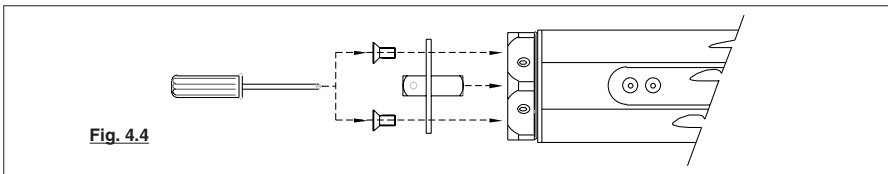

Fig. 4.4
- Inserire ad una estremità del tubo mobile “C” il cappellotto (6) fornito in dotazione con l’ausilio di un mazzuolo, e fissare con le viti l’adattatore art. 3054 (4) nella testa del motore posto sul tubo “A”, vedi fig. 4.4.
- Inserire ad una estremità del tubo fisso "B" il cappello (6) fornito in dotazione con l'ausilio di un mazzuolo, e fissare con le viti l'adattatore art. 3054 (4) nella testa del motore posto sul tubo "A", vedi fig. 4.4.